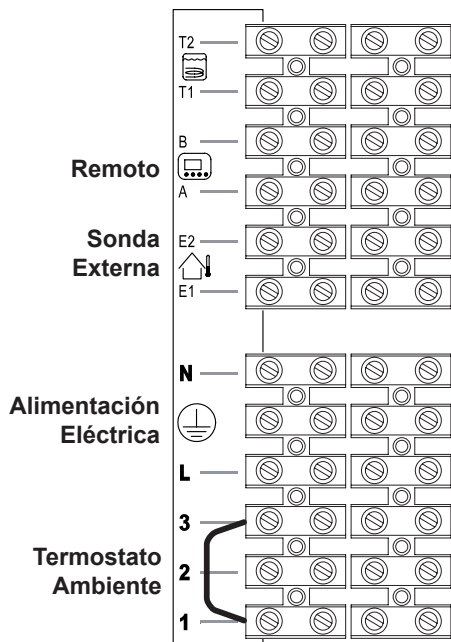
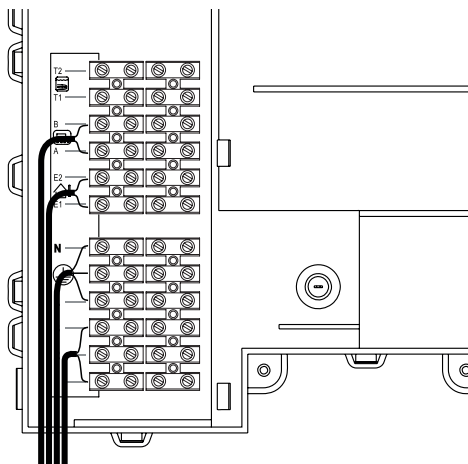

Figura 5.17
Figura 5.18
- Conecte el cable de alimentación eléctrica procedente del interruptor omnipolar a la bornera de alimentación eléctrica de la caldera Figura 5.17 respetando la correspondencia de la línea (hilo marrón) y del neutro (hilo azul claro).
El cable o los hilos de alimentación eléctrica de la caldera y del termostato de ambiente deben seguir el recorrido indicado en la Figura 5.18.
Para conectar un termostato de ambiente use los bornes indicados en la Figura 5.17
Para conectar válvulas de zona use los bornes del termostato de ambiente indicados en la Figura 5.17 y Figura 5.18. Los conductores eléctricos de los contactos del microinterruptor de la válvula de zona deben conectarse a los bornes "1 y 3" de la bornera del termostato de ambiente, como en la Figura 5.18.
Los hilos de conexión de la sonda externa deben seguir el recorrido indicado en la Figura 5.18.
El cable del control remoto debe seguir el recorrido indicado en la Figura 5.18.